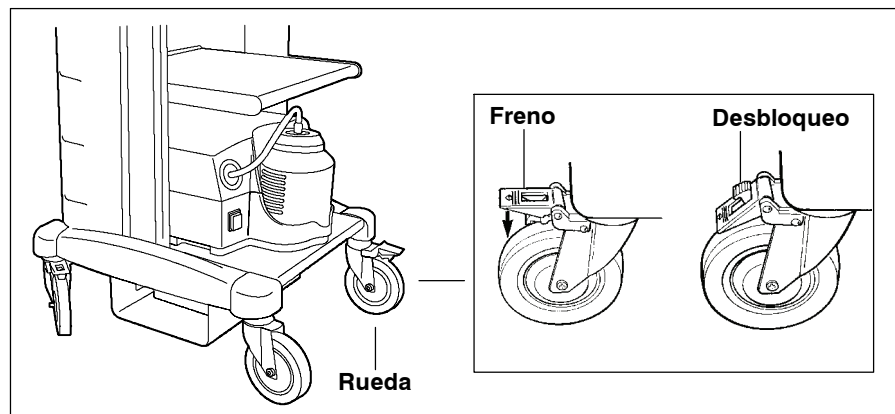

Figura 3.1
1. Coloque el trolley sobre una superficie lisa. Bloquee los frenos de las ruedas como se muestra en la figura 3.1.